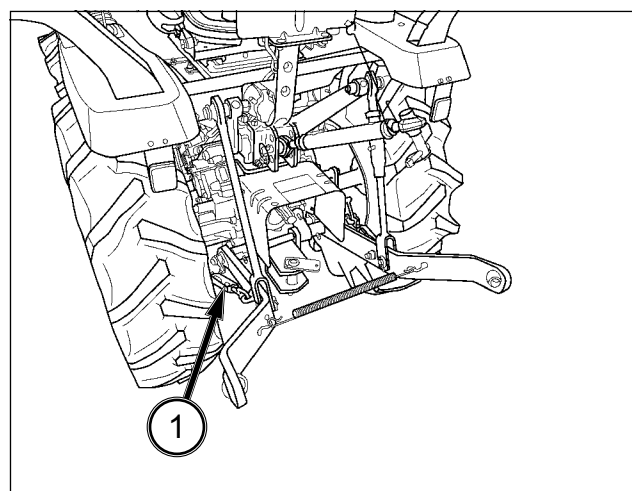

FIG. 70
FIG. 70 : Il faut limiter le mouvement latéral de certains équipements. La chaîne de maintien (1) sur chaque bras inférieur doit être réglée de manière uniforme pour réduire le jeu latéral jusqu'à un seuil acceptable. Évitez cependant d'éliminer complètement le jeu latéral, sous peine d'endommager le bras inférieur.